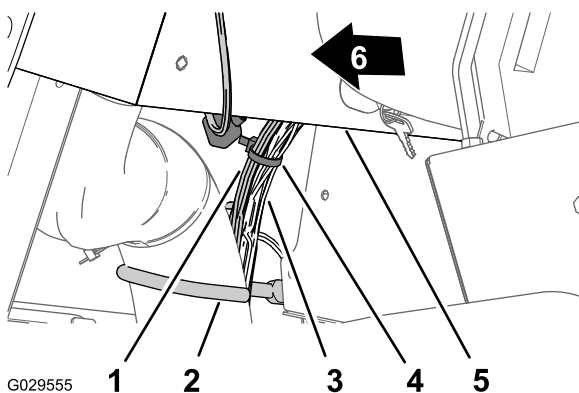

Figure 17
5. À côté du crochet de câble et de flexible, attachez la branche tableau de bord de 240 cm au faisceau de la machine avec un serre-câble (Figure 17).